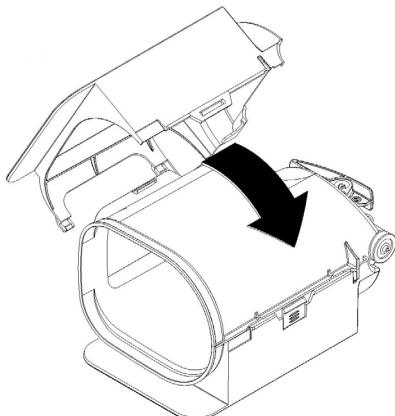

figure 12
- 2** Placer la partie gauche de l'habillage en veillant à bien faire correspondre l'emboîtement mis en évidence. Fermer maintenant en faisant s'enclencher les deux parties. (voir figure 12).